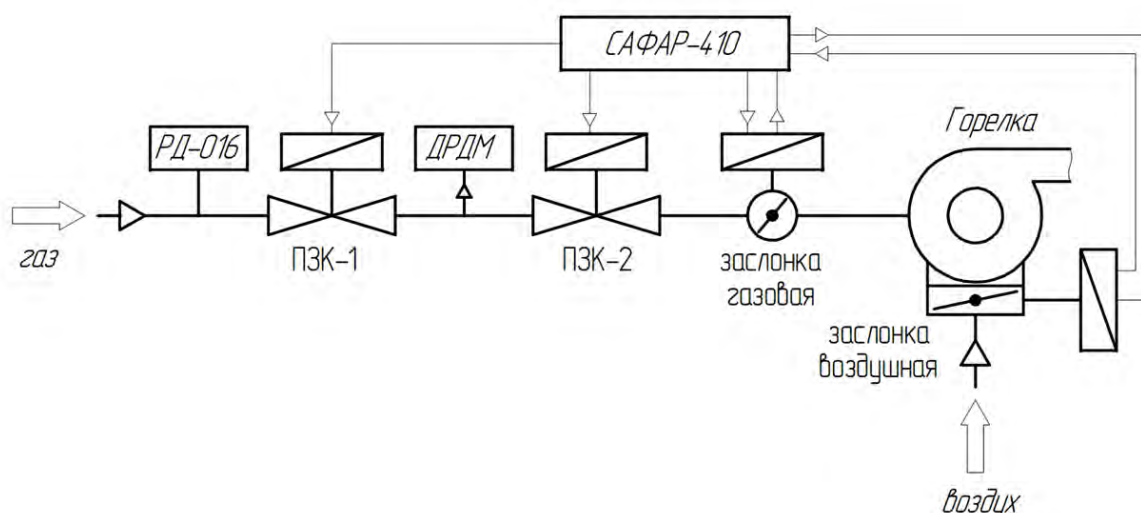

Рисунок 1.14 - Функциональная схема контроля герметичности блока клапанов без запальника.
3. Контроль герметичности. Проводится во время вентиляции. Открывается временно ПЗК-2 (Рисунок 1.14) на 2.5 секунды для соединения с атмосферой – в зависимости от состояния горелки возможен сброс межклапанного объема газа через горелку в пределах допустимого по ГОСТ 34317-2017 (ЕН 1643:2014) п.7.101.2.- 0.083 % от номинального часового расхода потребляемого горелкой газа. (см. Приложение). Выдерживается время Тпзк1 (по умолчанию 30 с), за это время контролируется состояние реле контроля герметичности ДРДМ – настроен на 50 % давления перед ПЗК-1. Если реле перейдёт за счет натекания газа через ПЗК-1 в активное состояние в виде замыкания контактов, выдаётся блокировка о негерметичности отсечного клапана ПЗК-1. Если контакты реле остались в разомкнутом положении контроль герметичности переходит на 2 этап.